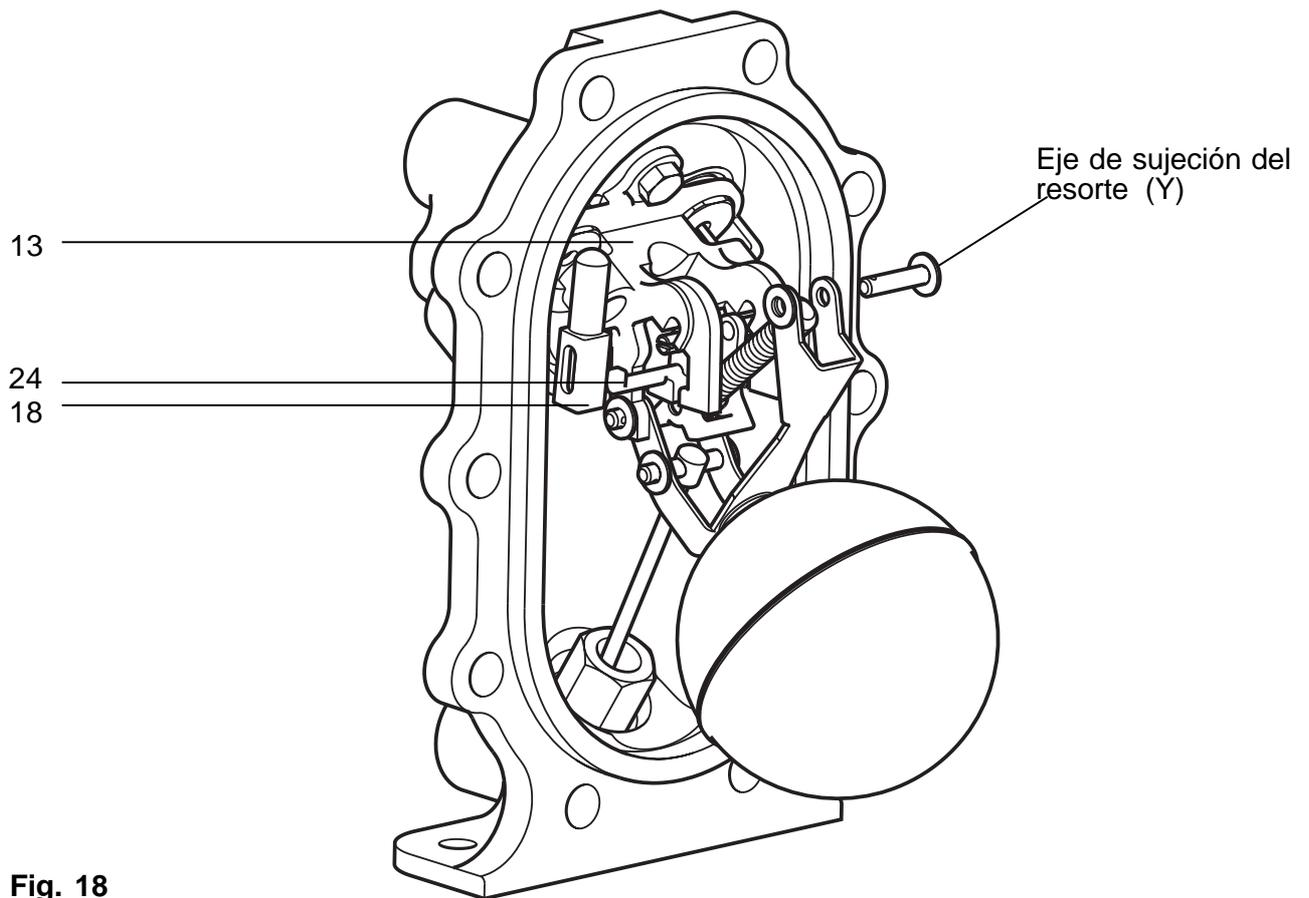

Fig. 18
4. Desmonte el pasador, arandela del eje de sujeción del resorte (Y) (Fig. 18).
6. Saque el brazo actuador hacia abajo hasta que el conjunto brazo actuador y resorte con la válvula de salida queden libres. Puede ser necesario deslizar la válvula de salida (item 18) hacia atrás contra su resorte interno para liberarla de la guía del soporte de bomba (item 13).
8. Con cuidado gire la válvula de salida alejándola de la espiga del brazo actuador (item 24, Fig. 18) , prestando atención al pequeño resorte de la válvula de salida para no dañarlo o perderlo.